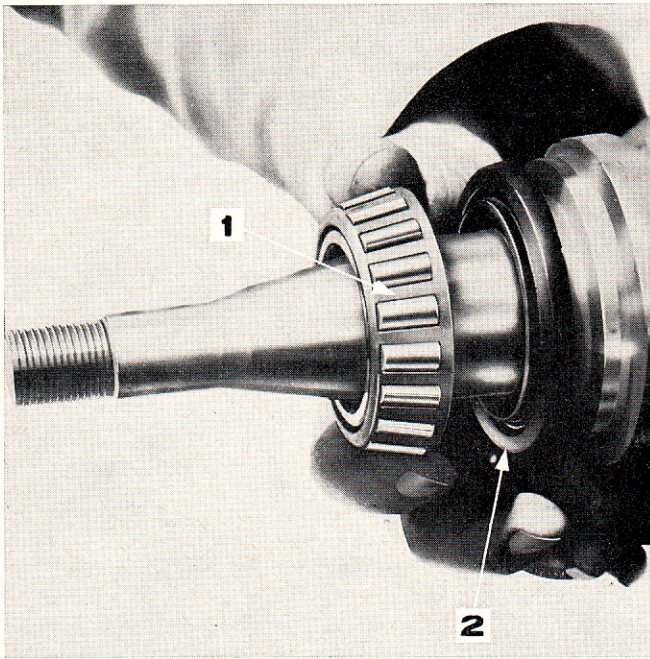

Figure 9: Pose du déflecteur de graisse du moyeu
6. Poser le déflecteur de graisse de moyeu sur la fusée comme indiqué à la fig. 9.